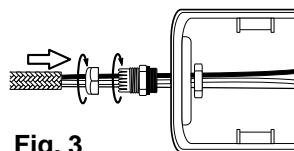

Fig. 3
2. Install the **vapor-proof grommet** on the end of the **fixture** and pull the **supply wires** through the **vapor-proof grommet**. Make sure to pull the **supply wires** far enough to reach the **junction box**. [Fig. 3]
2. Instale el **ojal a prueba de vapor** en el extremo del **luminario** y jale los **cables de alimentación** a través del **ojal a prueba de vapor**. Asegúrese de jalar los **cables de alimentación** suficientemente lejos para llegar a la **caja de conexiones**. [Fig. 3]
2. Installer l'**œillet anti-vapeur** à l'extrémité de le **luminaire** et tirer les fils d'alimentation à travers l'**œillet anti-vapeur**. Assurer de tirer les fils d'alimentation suffisamment loin pour atteindre la **boîte de jonction**. [Fig. 3]